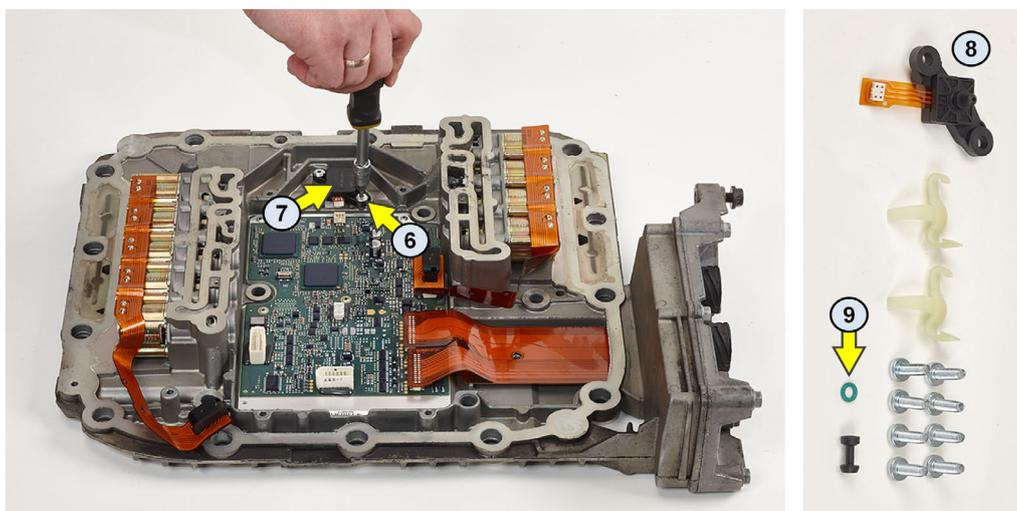

Fig. 2 Peças novas do kit de reparo
– Para instalar o novo sensor de pressão (8), use todas as novas peças incluídas no kit de reparo, consulte o capítulo "Fig. 2 Peças novas do kit de reparo", na página 36.